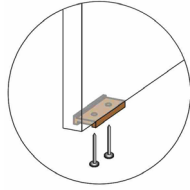

Рис.1
1. К боковым стенкам вертикальным (поз.1) к нижнему торцу прибейте гвоздями наконечники №3 рис.1